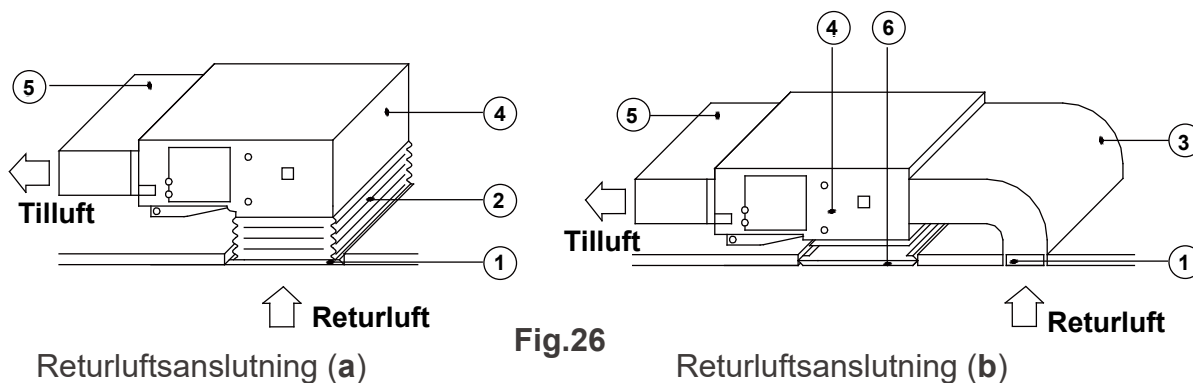

Fig.26
- Val av placering för returluft beror på byggnadens förhållanden och åtkomst för underhåll etc., se Fig. 26.